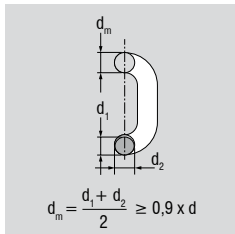

Fig. 13.3 : réduction de l'épaisseur d'un maillon
- Réduction de l'épaisseur d'un maillon en un point quelconque > 10% (fig. 13.3)